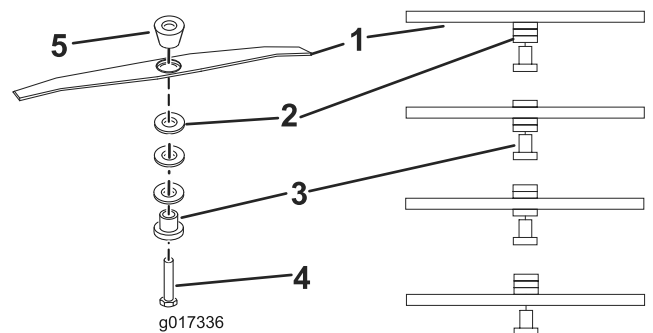

Figure 12
6. Repositionnez les entretoises à la hauteur voulue, reposez le boulon de la lame et les entretoises (Figure 12), puis serrez le boulon à 25 N·m (18 pi-lb).